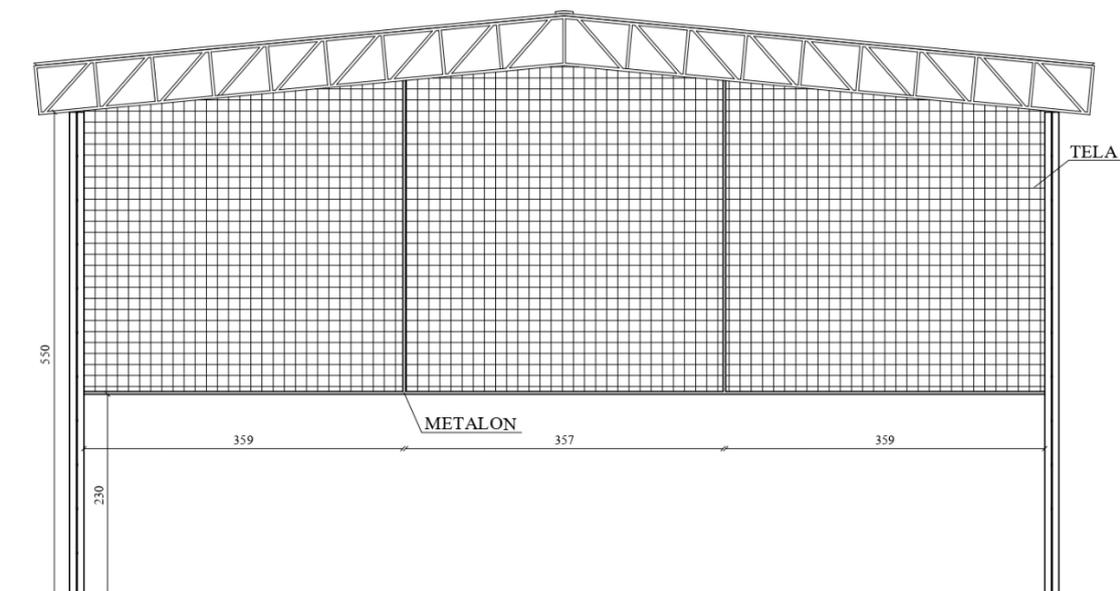

Figura 7 – Disposição dos metalons e fixação da rede no fundo da quadra.
No fundo da quadra, que confronta com a Rua Oiapoque, o vão livre entre os pilares (figura 7) é de 10,80 metros, sendo necessário o uso de estruturas metálicas para garantir o suporte adequado da tela de proteção. Serão utilizadas peças de metalon 50mm x 30mm x 2mm (item 3.4), distribuídas uniformemente para dar sustentação à rede. A montagem será feita com dois metalons dispostos verticalmente, com distância aproximada de 3,6 metros entre cada um, e uma peça horizontal inferior, conforme ilustrado na figura 7.